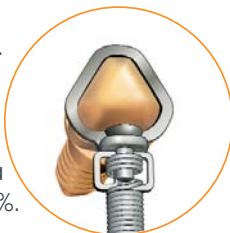

Figure 2
- Aligner l'oeillet en forme de delta du ressort avec la tête en forme de delta de la vis (figure 2).